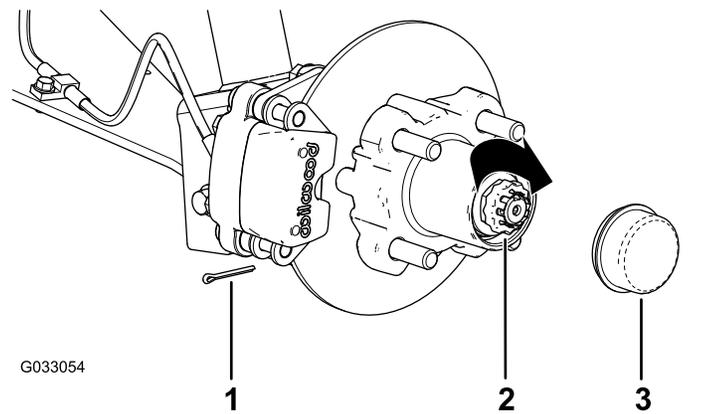

Figure 30
8. Placez le frein d'écrou sur l'écrou et vérifiez que la fente du frein d'écrou et le trou dans la fusée sont alignés et permettent d'insérer la goupille fendue (Figure 30).
9. Insérez la goupille fendue et repliez chaque jambe autour du frein d'écrou (Figure 30).
10. Reposez le couvercle-moyeu sur le moyeu (Figure 30).